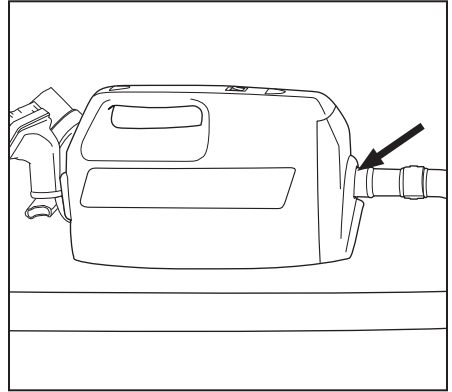

Fig. 3
- Raccordez le tuyau à l'entrée du port. (Fig. 3).